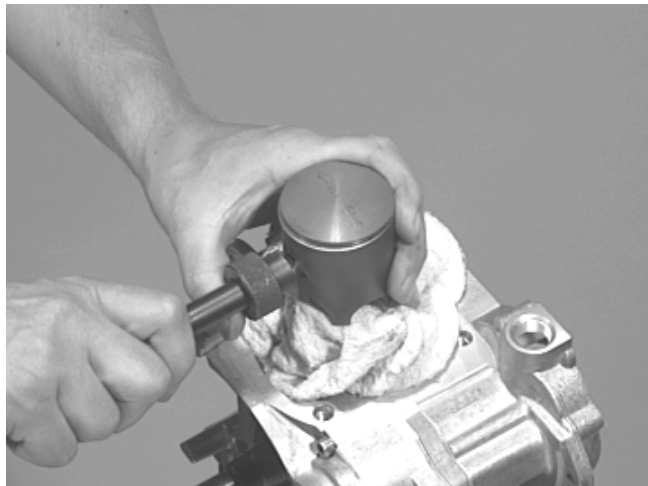

Bild 66
- ⇒ Kolben mit einer Hand abstützen und den Nullhakenring von der Montagehülse in den Kolben drücken (siehe Bild 66).